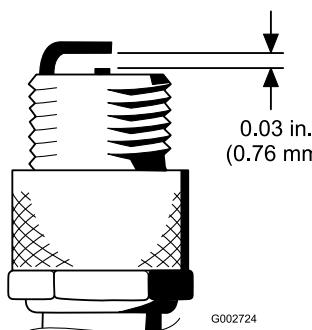

Figure 28
4. Réglez l'écartement entre les électrodes centrale et latérale à 0,76 mm (0,030 po); voir Figure 28. Montez la bougie avec l'écartement correct et un joint d'étanchéité, et serrez-la à 23 N·m (200 po-lb). À défaut de clé dynamométrique, serrez fermement la bougie à la main.